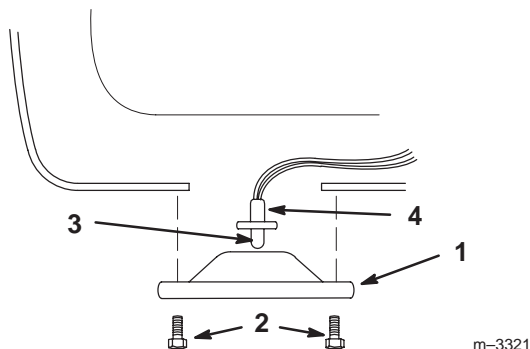

Figure 57
2. Enlevez les deux vis de fixation du verre (Fig. 57).
3. Tirez suffisamment sur le verre pour pouvoir enlever la douille de l'ampoule (Fig. 57).
4. Sortez l'ampoule de la douille (Fig. 57).
1. Enfoncez une ampoule neuve dans la douille (Fig. 57).
2. Placez la douille dans le verre et poussez le verre dans le tracteur (Fig. 57).
3. Fixez-le en place à l'aide des deux vis enlevées précédemment (Fig. 57).